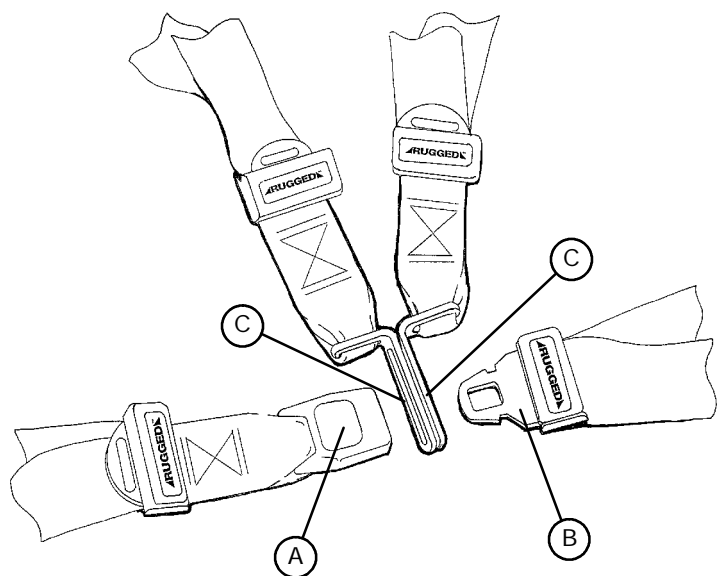

Figure 9 – Bouclage de la sangle de sécurité
Pour ouvrir la sangle, presser le bouton rouge (A) situé à l'avant du « récepteur » de la boucle. Ce qui débloque le « tenon » de la boucle (B) que l'on peut ensuite dégager du récepteur (figure 9).